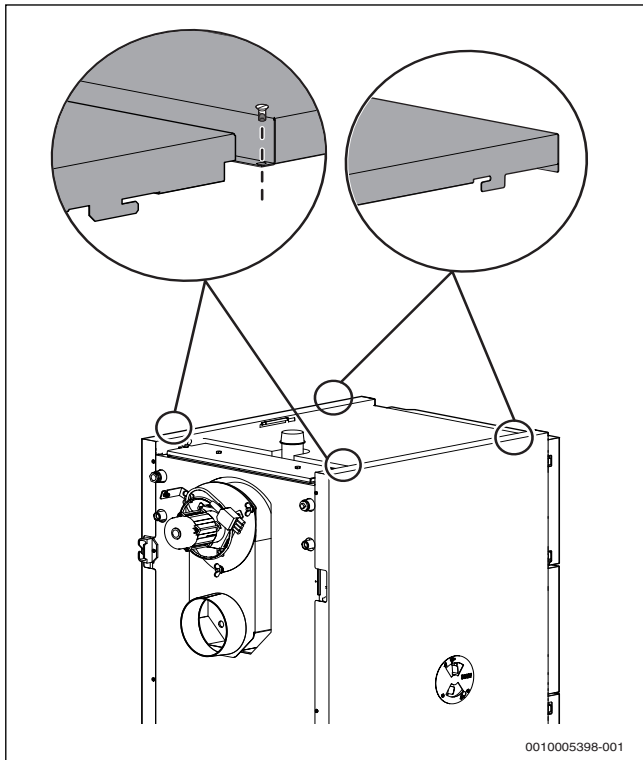

Рис. 5 Снятие передней верхней облицовки
- ▶ Отверните винты на передней верхней облицовке (→ рис. 5).